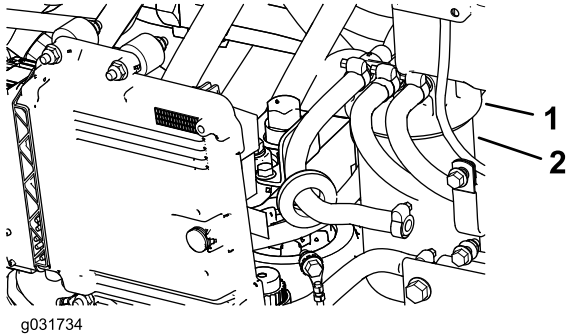

Bild 99
1. Reinigen Sie den Bereich um den Kraftstofffilterkopf (Bild 99).
2. Entfernen Sie den Filter und reinigen die Befestigungsfläche des Filterkopfes (Bild 99).